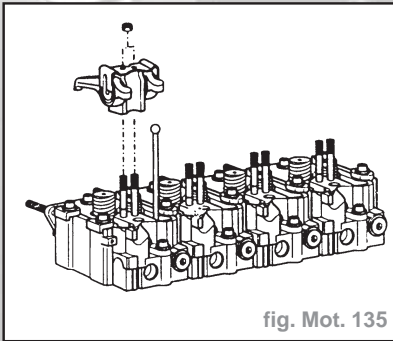

fig. Mot. 135
- Reposer les tiges de culbuteur et les ensembles culbuteur (fig. Mot. 135).